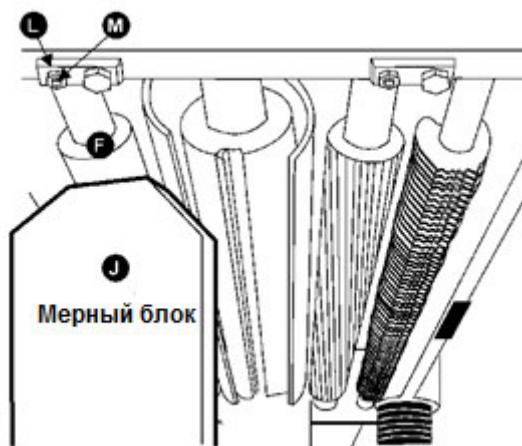

Рис. 28
4. Извлеките щуп и сдвиньте мерный блок (J, см. Рис. 28) под один конец ролика разгрузки (F, см. Рис. 28). Нижняя часть ролика разгрузки должна только касаться вершины мерного блока. Если необходима регулировка ролика разгрузки, ослабьте стопорную гайку (L, см. Рис. 28) и поверните винт (M, см. Рис. 28), пока ролик разгрузки не коснется вершины мерного блока. Затем затяните стопорную гайку (L, см. Рис. 28).